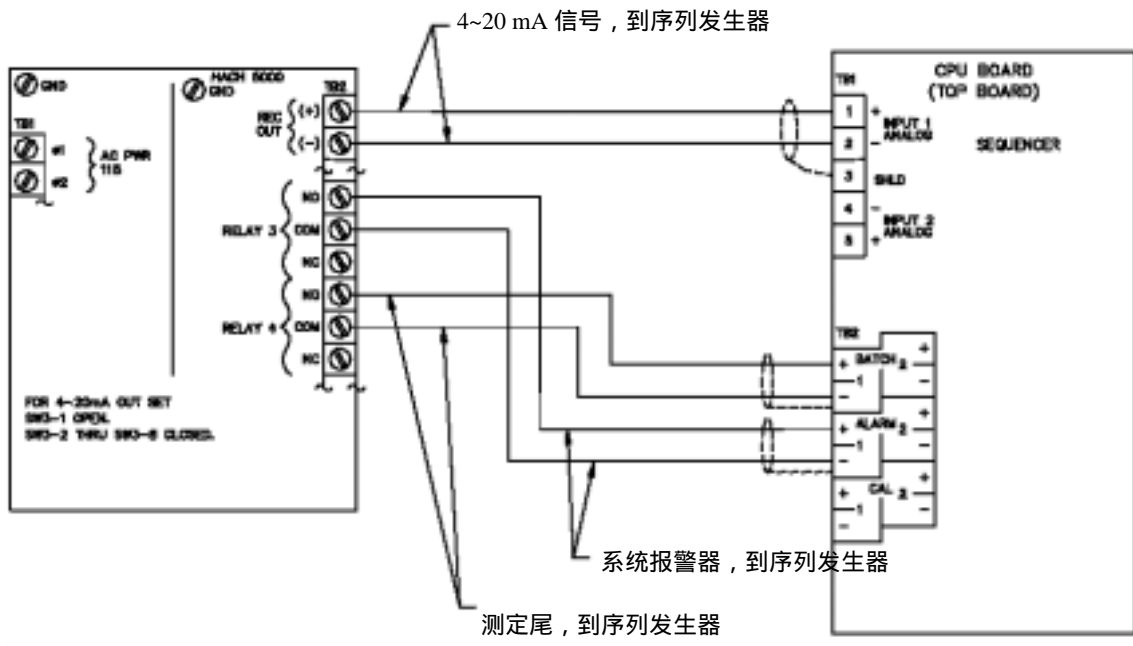

图 41 与哈希 5000 系列测定仪的接线
图 41 显示的是如何连接样品序列生成器到哈希 5000 系列测定仪。哈希 5000 测定仪必须被适当配置来与样品序列生成器一起使用。测定仪必须被编程设置以使用 #3 和 #4 继电器来分别用作系统报警和测试尾接点闭合指示。查询哈希公司测定仪手册以获得将系统报警指定给继电器 3 的信息。下列流程描述的是如何在哈希 5000 仪器上配置测定尾接点闭合。
1. 5500X-XX 的接线是与图 41 不同的, 区别在于:(a) 将样品序列生成器批尾接线端接到哈希仪器报警器 2 上标记着 NO 和 COM 的接线端。(b) 将样品序列生成器批尾接线端接到哈希仪器系统报警器 (SYS ALARM) 上标记着 NO 和 COM 的接线端。